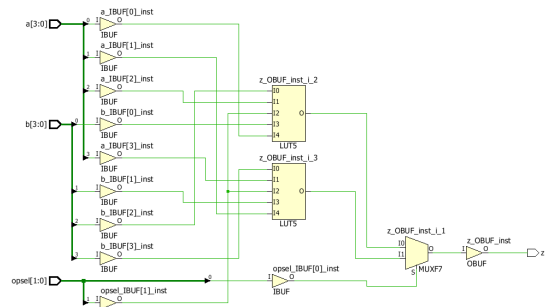
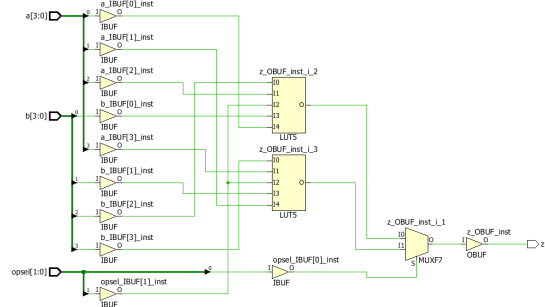

Figura 22. Circuito sintetizado pelo vivado utilizando a arquitetura 1 para o somador do exercício 7 item c.
Figura 23. Circuito sintetizado pelo vivado utilizando a arquitetura 2 para o somador do exercício 7 item c.
c) Ao sintetizar ambos as arquiteturas percebemos que apesar da diferença da implementação os circuitos sintetizados utilizam os mesmos recursos da placa de desenvolvimento os circuitos sintetizados para as arquiteturas 1 e 2 estão presentes na Figura 22 e na Figura 23, respectivamente.